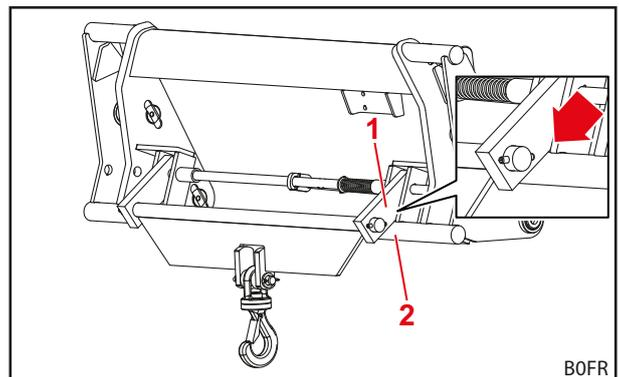

Fig. 91 Posição da ferramenta para o transporte de cargas
- (1) Se não existir nenhuma proteção de rebaixamento: Baixar o carregador frontal para o chão.
- (2) Engatar a carga no gancho.
- (3) Levantar o carregador frontal até que a carga estiver suspensa.
- (4) Posicionar a ferramenta de modo a que as abas repousem nas escoras transversais inferiores da armação de troca (consulte Fig. 91).
- (5) Conduzir com extrema cautela até ao ponto de descarga.